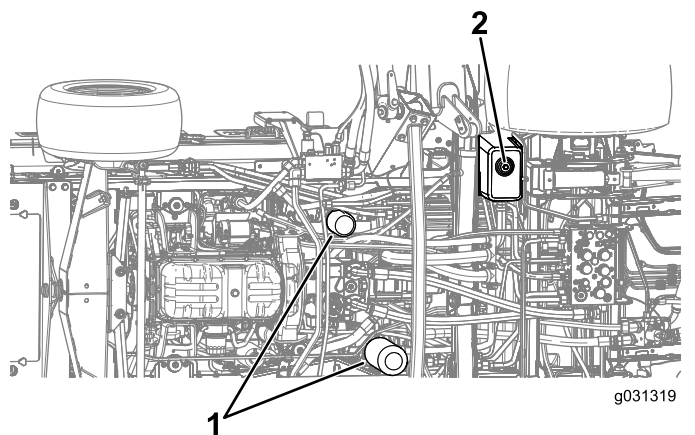

Рисунок 134
4. Снимите пробку сливного отверстия с нижней части бака и дайте гидравлической жидкости стечь в сливной поддон (**Рисунок 134**).
3. Поместите сливной поддон под фильтр, а затем снимите фильтр (Рисунок 134).